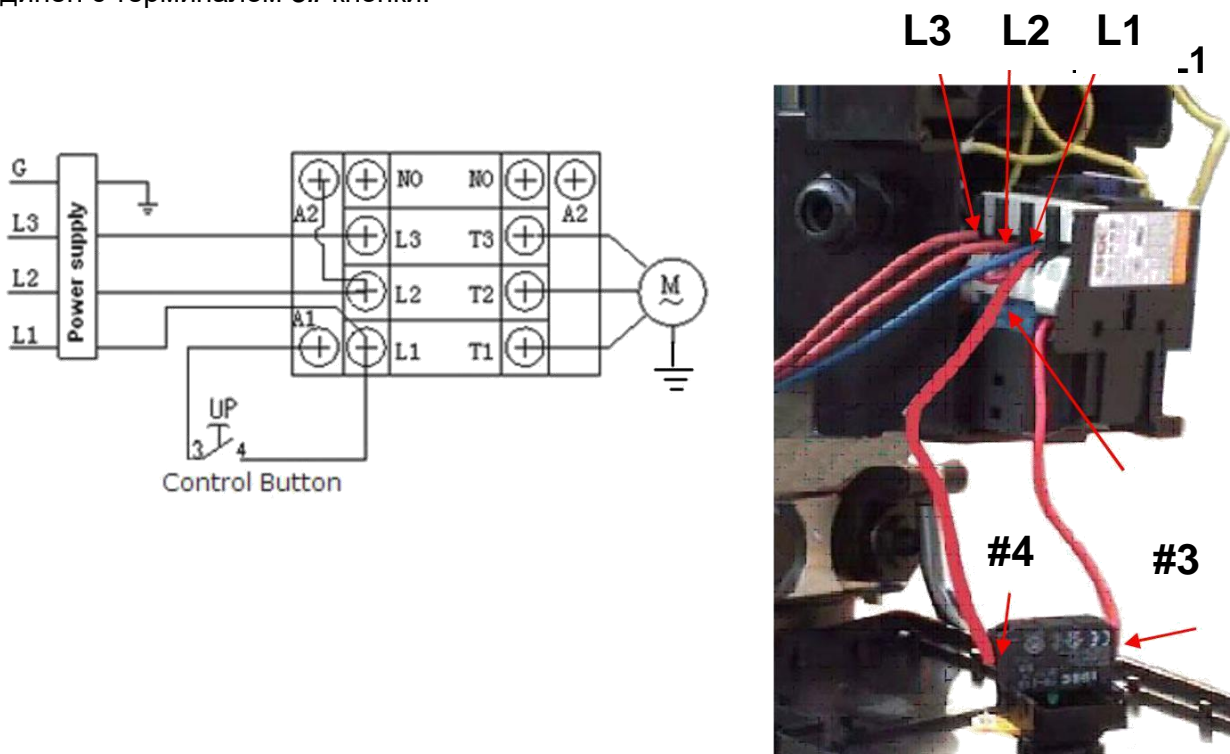

Рис. 28
2.Шаги подключения (См рис. 28)